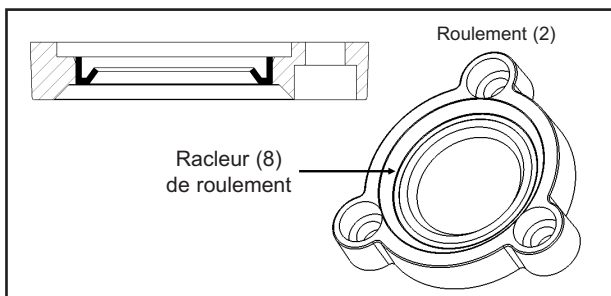

Figure 22
6. Graissez légèrement un nouveau joint d'huile neuf (8) de fond. A l'aide d'un pose-joint de taille convenable, enfoncez-le dans le protecteur de roulement avec la lèvre vers le haut pour qu'il soit face au roulement ; voir la figure 22.